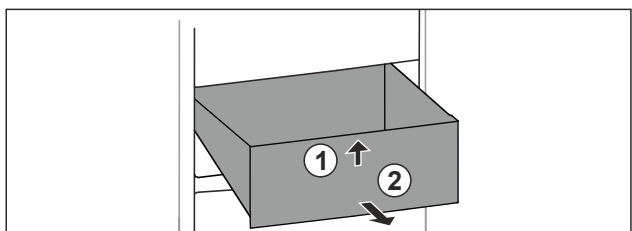

Fig. 101
- Tõstke sahtel eest üles. Fig. 101 (1)
- Võtke sahtel ettepoole välja. Fig. 101 (2)